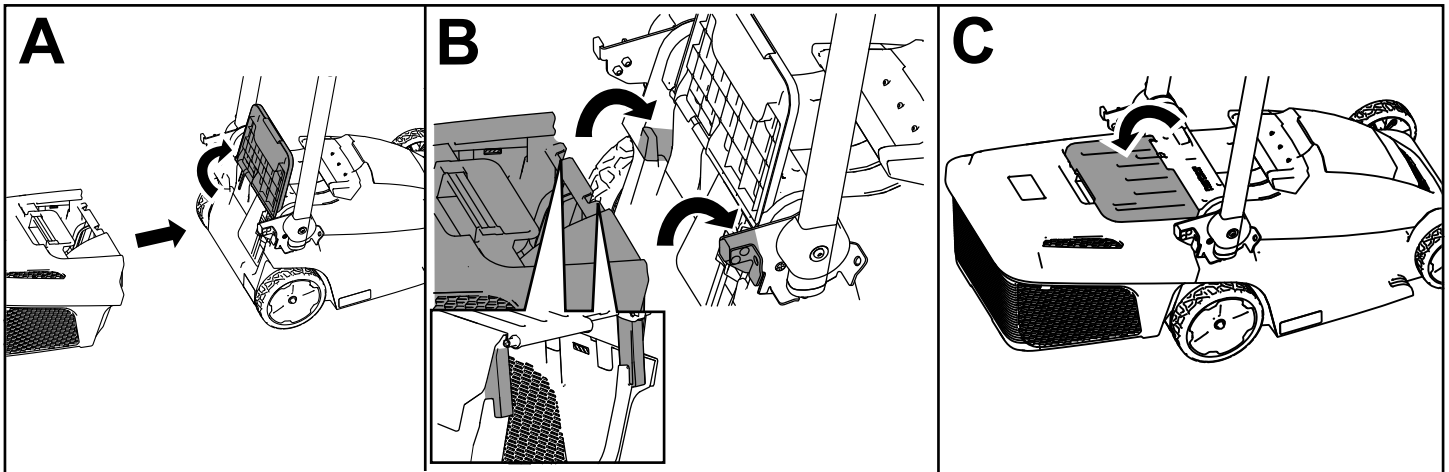

Figura 14
1. Mueva el manillar a la posición vertical y levante el deflector trasero (Figura 14, A).
2. Instale los ganchos del recogedor en las muescas de la parte trasera de la máquina (Figura 14, B).
3. Deje que el deflector trasero descansa sobre el recogedor (Figura 14, C).